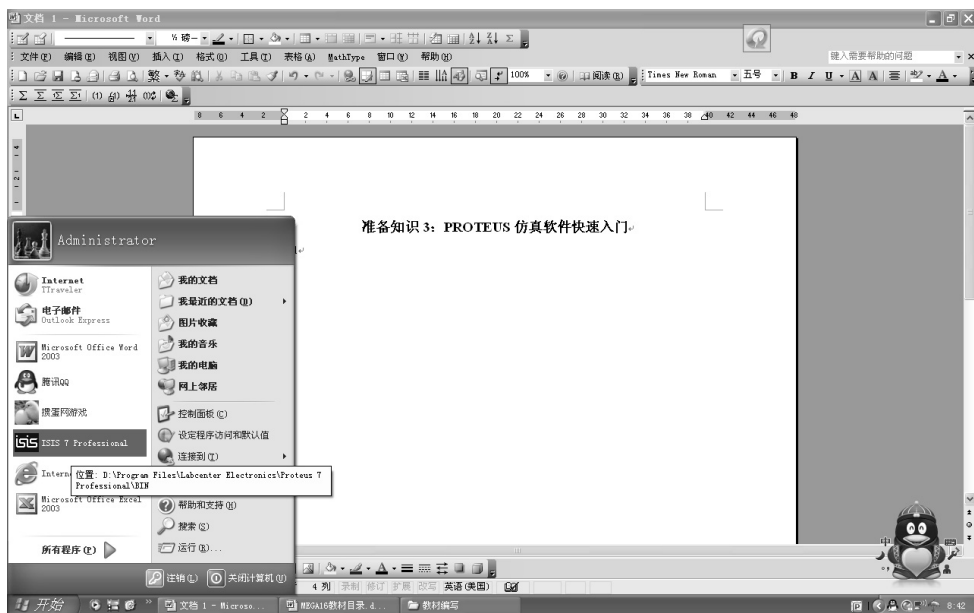

图 1-30 启动 PROTEUS 软件
(1) 双机桌面或“开始”程序中的软件快捷启动图标启动 PROTEUS 软件, 如图 1-30 所示。